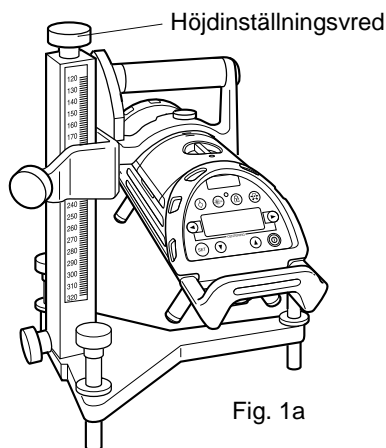
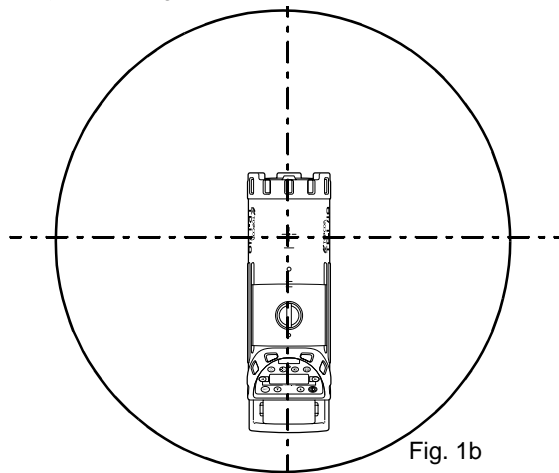
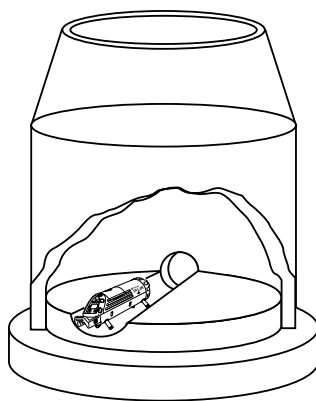

Fig. 1a
Fig. 1b
Fig. 1c
- 1** Fäst TP-L4G/A/B/BG på trefotsstativet (fig. 1a) och placera lysdioden över rörets eller vattengångens mittlinje i mittpunkten av brunnen (fig. 1b). Använd de tre justeringsskruvarna för att justera laserns läge i den riktning som visas på displayen, tills bubbelindikeringen befinner sig i sitt mittläge. Vid förfixerade vattengångar sätts fötter av lämplig storlek på varefter lasern placeras i mitten av vattengången (fig. 1c).